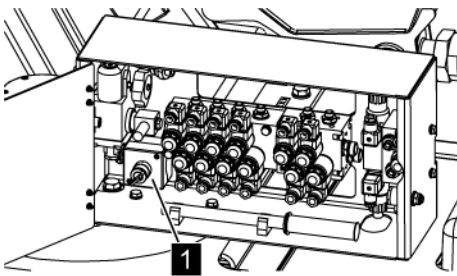

Abb. 197: Schlüsselschalter
7. Den Schlüsselschalter (Abb. 197/1) auf Position "I" stellen.
Nach dem Servicebetrieb den Schlüsselschalter (Abb. 197/1) auf Position "0" stellen.